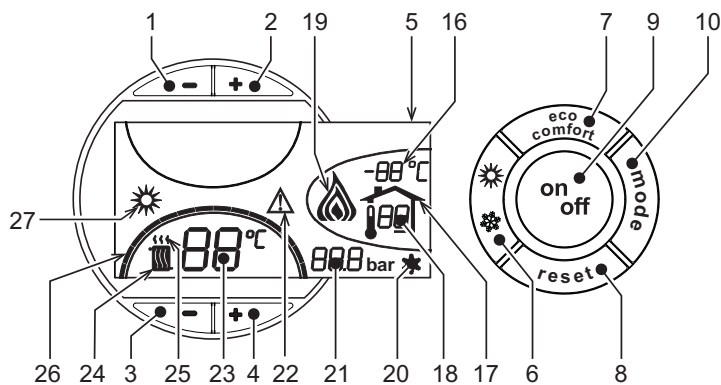
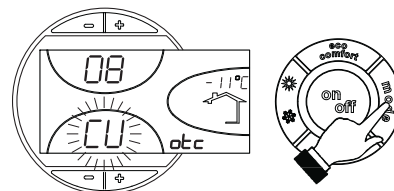
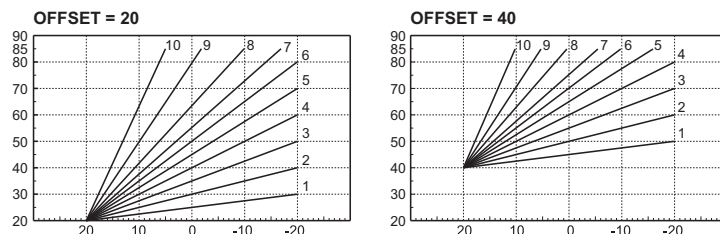

рис. 1 - Панель управления
рис. 9 - Кривая погодозависимого регулирования
рис. 12 - Пример параллельного смещения кривых погодозависимого регулирования
Нажмите клавишу on/off (поз. 9 - рис. 1) в течение 1 секунды.
Для повторного включения котла снова нажмите клавишу on/off (поз. 9 рис. 1) в течение 1 секунды.
- Нажмите кнопку ВКЛ/ВЫКЛ (9 - рис. 1)
Нажмите клавишу **Лето/Зима** (поз. 6 - рис. 1) на 1 секунду.
На дисплее высвечивается символ "Лето" (поз. 27 - рис. 1). При этом котел будет вырабатывать только воду для ГВС. Остается активной система защиты от замерзания.
Для выключения режима "Лето" вновь нажмите клавишу **Лето/Зима** (Поз. 6 - рис. 1) на 1 секунду.
Температура в системе отопления регулируется в пределах от 30°C до 80°C с помощью клавиш (дет. 3 и 4 -)рис. 1.
Температура в системе ГВС регулируется в пределах от 10°C до 65°C с помощью клавиш (поз. 1 и 2 - рис. 1).
При установке внешнего датчика (опция) на дисплей панели управления (поз. 5 -) выводится рис. 1 текущая внешняя температура, измеряемая этим датчиком. При этом система управления котлом работает в режиме "Плавающая температура". В этом режиме температура воды в системе отопления регулируется в зависимости от внешних климатических условий с тем, чтобы обеспечить максимальный комфорт и экономию энергии в течение всего года. В частности, при увеличении температуры наружного воздуха уменьшается температура подаваемой в систему отопления воды в соответствии с определенной "характеристикой компенсации".
В режиме плавающей температуры величина, заданная с помощью клавиш регулировки отопления (поз. 3 и 4 - рис. 1), становится максимальной температурой воды системы отопления. Рекомендуется устанавливать ее на максимальную величину, чтобы позволить системе выполнять регулировку во всем полезном рабочем диапазоне.
При однократном нажатии на клавишу **Режим** (поз. 10 - рис. 1) отображается фактическая компенсационная кривая (рис. 9), которую можно изменить с помощью **клавиш системы ГВС** (поз. 1 и 2 - рис. 1).
При нажатии **клавиш регулировки температуры отопления** (поз. 3 и 4 - рис. 1) обеспечивается доступ к режиму параллельного изменения кривых (рис. 12), изменяемого с помощью **клавиш системы ГВС** (поз. 1 и 2 - рис. 1).
При повторном нажатии клавиши **Режим** (поз. 10 - рис. 1) осуществляется выход из режима регулировки параллельных кривых.
Если к котлу подключено устройство дистанционного управления с таймером (опция), вышеописанные регулировки производятся в соответствии с указаниями, приведенными в таблице 1. При этом на дисплее пульта управления (поз. 5 - рис. 1) высвечивается температура в помещении, измеряемая устройством дистанционного управления.